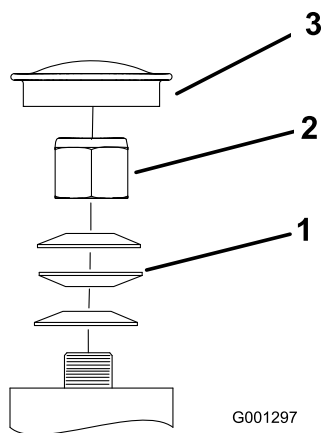

Bild 64
3. Entfernen Sie den Staubdeckel vom Laufrad und ziehen Sie die Sicherungsmutter an (Bild 64).
4. Ziehen Sie die Mutter so weit an, bis die Federscheiben flach sind. Drehen Sie dann 1/4 Drehung zurück, damit Sie die Vorlast korrekt auf die Lager verteilen können (Bild 64).
Wichtig: Achten Sie darauf, dass die Federscheiben richtig eingesetzt sind, siehe Bild 64.
5. Setzen Sie den Staubdeckel auf (Bild 64).